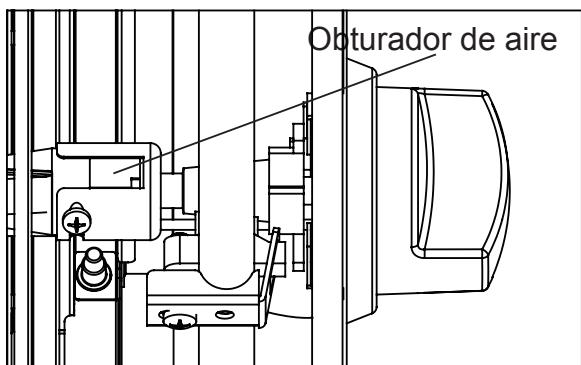

Fig. 30 Obturador de aire
- a. Afloje el obturador de aire. Los obturadores están ubicados en el extremo de los quemadores, debajo de la caja de control. Vea la Fig. 30.